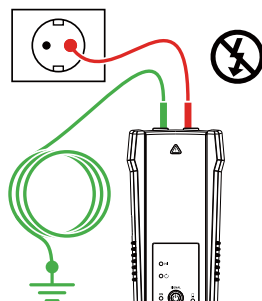

Fig. 3.1c: Korrekt forbindelse med separat jord
VIGTIGT: Af sikkerhedsmæssige årsager skal den separate jordforbindelse in ved strømførende kredsløb altid være korrekt tilsluttet en beskyttet jordforbindelse (PE) i en elektrisk installation (se fig. 3.1c).